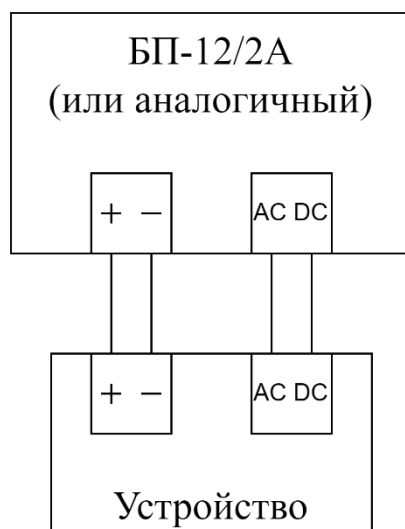

Рис. 5
- Подключение источника питания с информационными линиями (АС и DC) производится по схеме, приведенной на рис. 5.